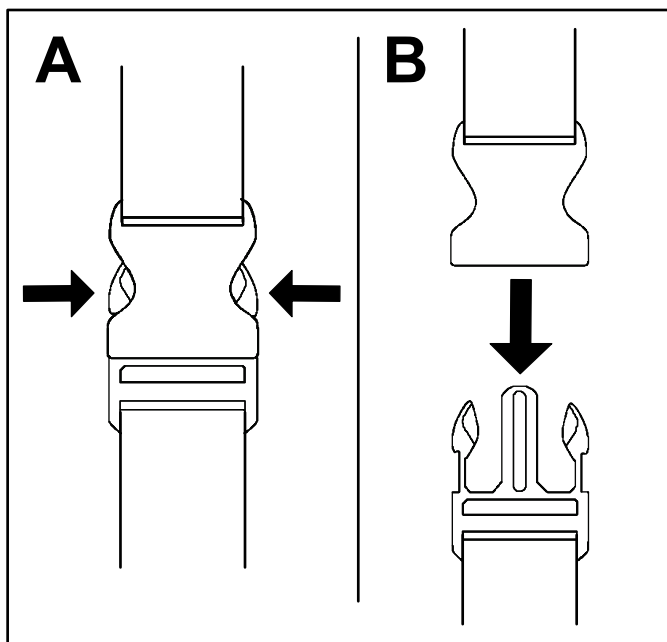

Figura 10
1. Apăsăi pe lateralele cataramei (A din Figura 10).
2. Permiteți cataramei să se desprindă (B din Figura 10).